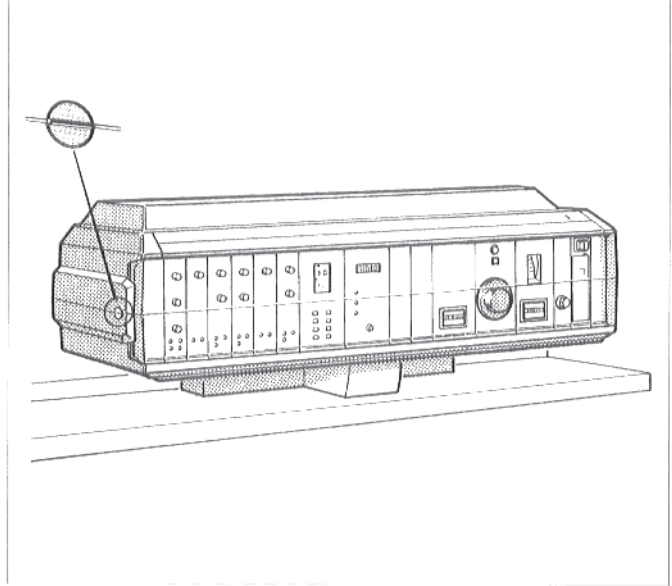

Рис. 4. Регулятор; устранить прозрачное покрытие
- Установить шлиц винтов прозрачного покрытия обоих регуляторов, в вертикальное положение, например, при помощи монеты (рис. 4). Снять прозрачное покрытие в направлении вперед.